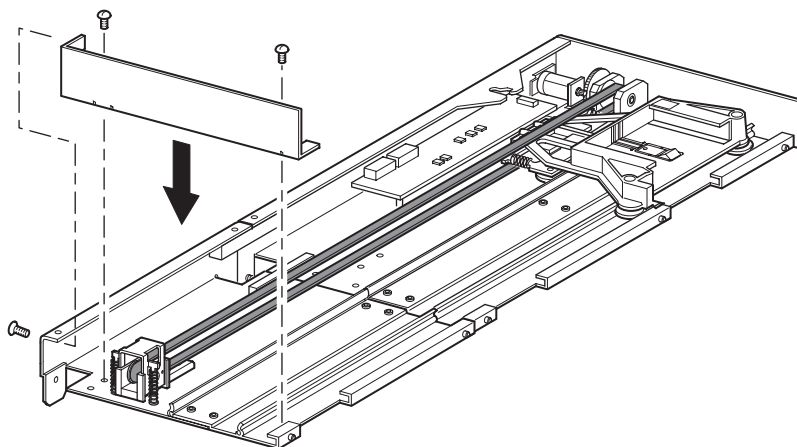

Figura 2-23: Installazione della piastra inferiore
11. Installare la piastra inferiore rimossa in precedenza dall'unità PTM di base utilizzando le viti trattenute rimosse precedentemente (vedere la Figura 2-23).